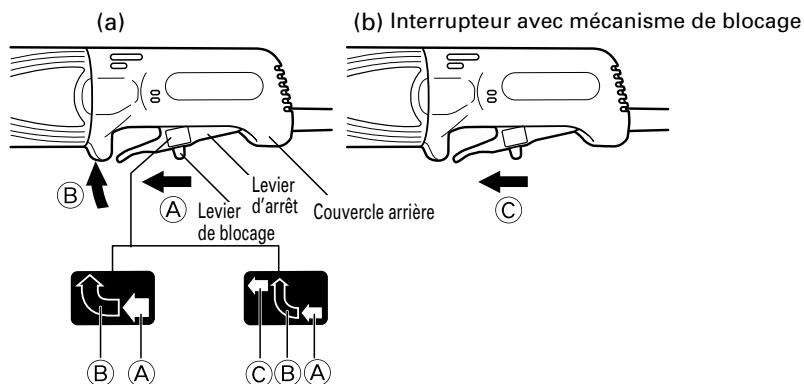

Fig. 3
Pour mettre l'outil en marche, pousser le levier de blocage dans la direction de (A) et appuyer sur le levier d'arrêt dans la direction de (B) comme indiqué sur la Fig.3-a.
Ensuite, poussez le levier de blocage dans la direction de (C) comme indiqué sur la Fig.3-b tout en appuyant sur la levier d'arrêt pour verrouiller et permettre un fonctionnement continu.
Pour annuler le mode de blocage, appuyer sur le levier d'arrêt dans la direction de (B) comme indiqué sur la Fig.3-a et relâcher le levier d'arrêt pour arrêter l'outil.
Pour mettre l'outil en marche, pousser le levier de blocage dans la direction de (A) et appuyer sur le levier d'arrêt dans la direction de (B) comme indiqué sur la Fig. 3-a. Relâcher le levier d'arrêt pour arrêter l'outil.